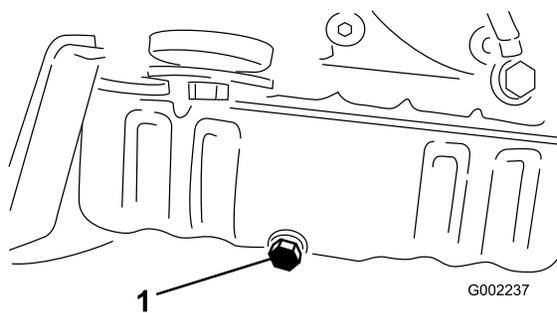

Bild 42
5. Nehmen Sie die Ablassschraube ab (**Bild 42**).